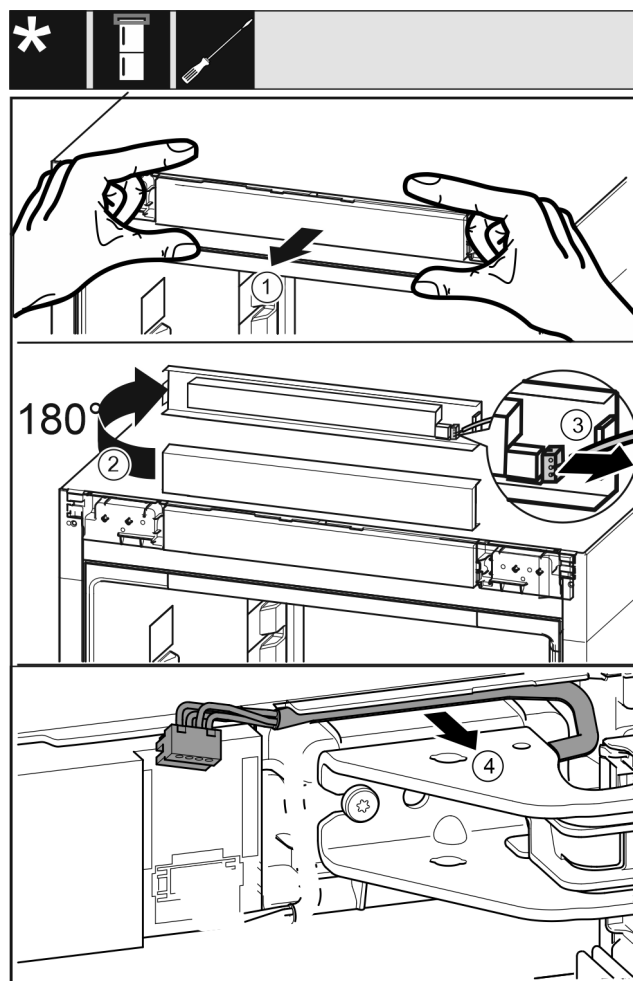

Fig. 19
- Panel přístroje opatrně povolte směrem dopředu. Fig. 19 (1)
- Panel otočte o 180° nahoru. Fig. 19 (2)
- Západku zatlačte dozadu a opatrně vytáhněte zástrčku. Fig. 19 (3)
- Kabel nad stojanem ložiska opatrně uvolněte z vedení. Fig. 19 (4)